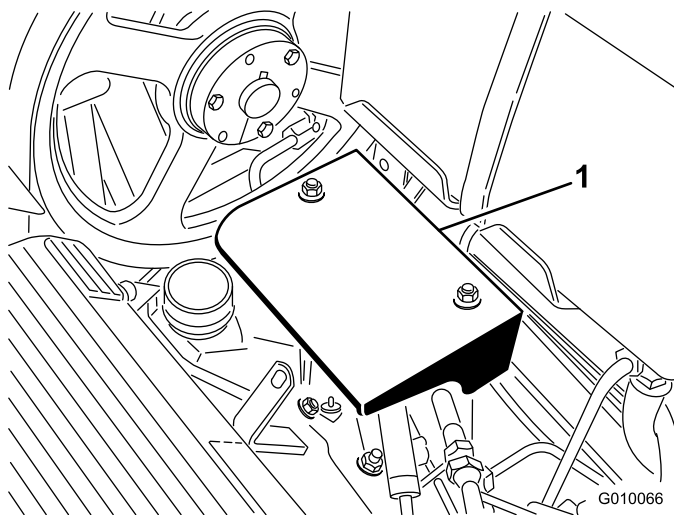

Рисунок 56
2. Отверните 2 гайки крепления кожуха насоса и снимите кожух (Рисунок 56).
2. Отвинтите 2 гайки крепления кожуха насоса и снимите кожух (Рисунок 56).